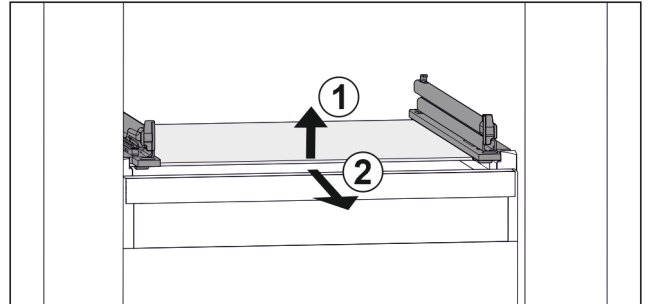

Fig. 27 Beispielhafte Darstellung der Glasplatte
- ▶ Glasplatte vorne anheben. Fig. 27 (1)
- ▶ Glasplatte nach vorne entnehmen. Fig. 27 (2)